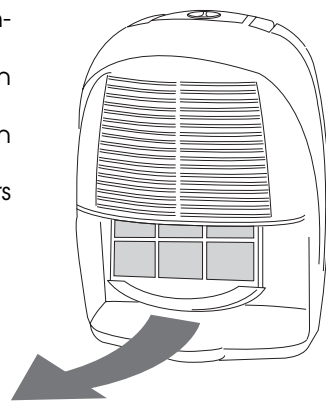

fig. 4
- Pour extraire le filtre à air, retirez le réservoir et saisissez le filtre en le tirant vers le bas (fig. 4)